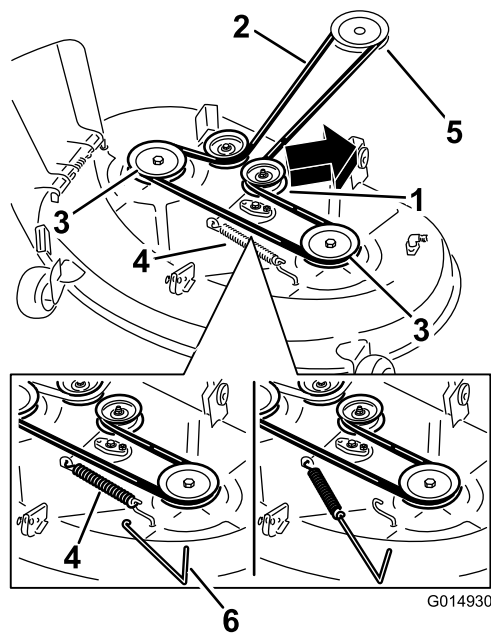

Figure 60
5. À l'aide d'un outil de dépose de ressort (réf. Toro 92-5771), décrochez le ressort du crochet sur le tablier pour détendre la poulie de tension et déchaussez la courroie des poulies (Figure 60).
6. Acheminez la courroie neuve autour de la poulie du moteur et des poulies du tablier de coupe (Figure 60).
7. À l'aide d'un outil de dépose de ressort, accrochez le ressort au crochet situé sur le tablier pour tendre la poulie de tension et la courroie du tablier de coupe (Figure 60).